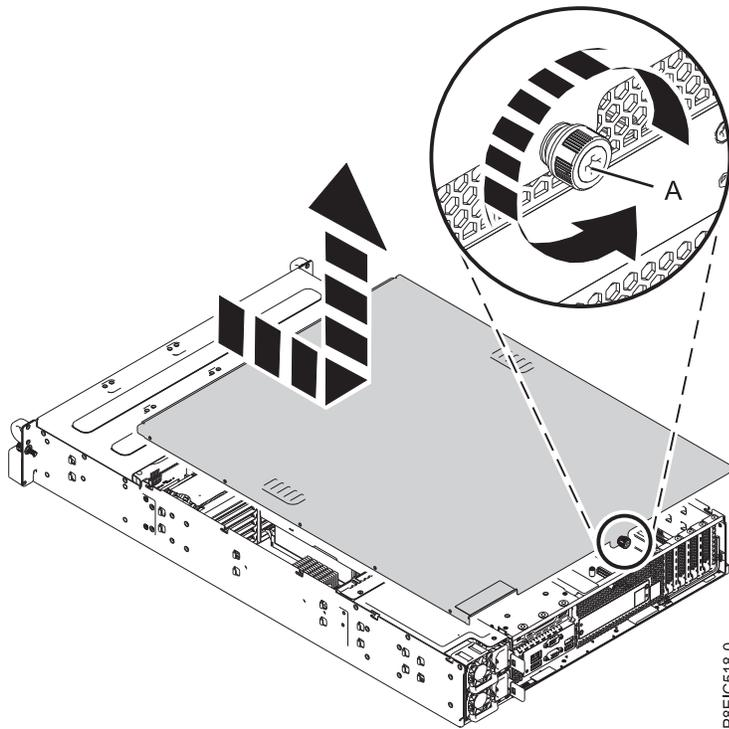

Abbildung 50. Serviceabdeckung ausbauen
1. Lösen Sie an der Rückseite des Systems die Abdeckungsschraube (A), mit der die Abdeckung am Chassis befestigt ist. Siehe Abb. 50.